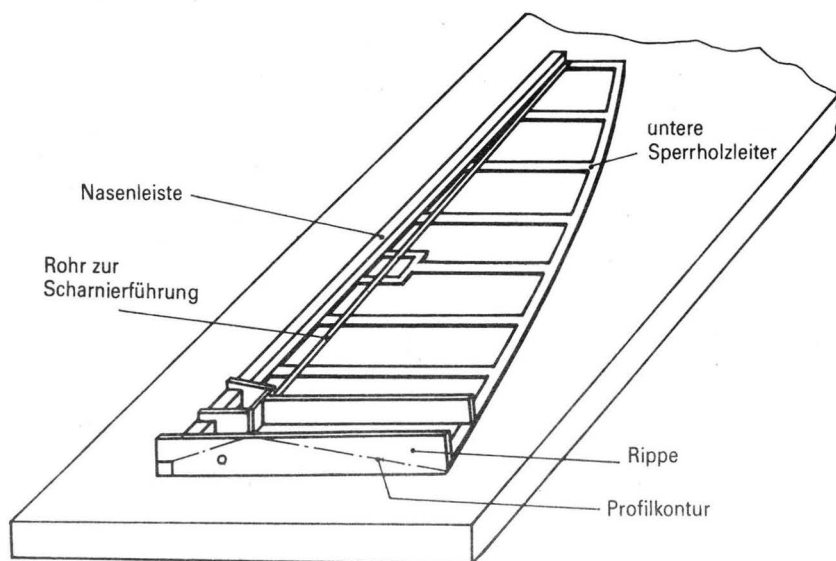

Bild 2
4. Einkleben eines aus gewickeltem Alublech bestehenden Rohrs zur Scharnierführung (Bild 2),